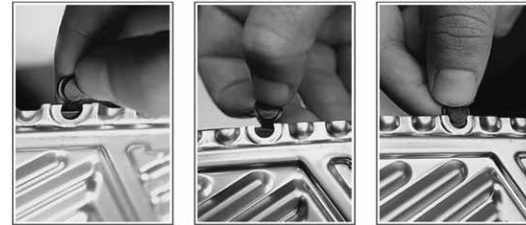

Afb. 6
- Druk de pakking op de plaat (afb. 6), zorg ervoor dat de lekdetectieontluchtingen, "A", omhoog zijn gericht en controleer of de Plug-In® tabs in hun respectievelijke are uitsparingen grijpen (afb. 7). Zorg ervoor dat de pakking correct in zijn uitsparing zit, en draai de plaat daarna om, om opnieuw te controleren of alle Plug-In® tabs correct op hun plaats zitten.